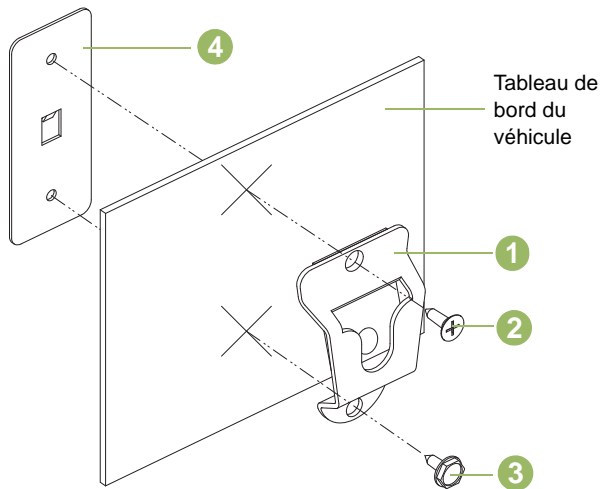

Figure 4.2 : Installation du support de montage
Reportez-vous à la Figure 4.2 ci-dessous et fixez le support de fixation (1) au véhicule à l'aide des deux vis taraudeuses et de la plaque de support fournis. Placez la plaque de support (4) derrière le tableau de bord. Utilisez la vis à tête plate (2) dans le trou de montage supérieur et la vis à tête hexagonale (3) dans le trou de montage inférieur. Assurez-vous que les vis de montage sont bien fixées dans les trous de la plaque de support.